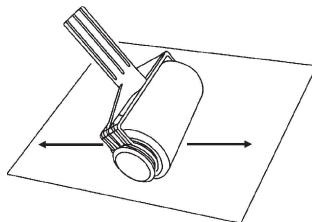

Fig.2
5. Agora você precisa "carregar" o Paint Runner. Faça isso rolando-o sobre jornal velho por 2 a 3 minutos, até que a tinta fique visível em todo o rolo (Fig. 2).